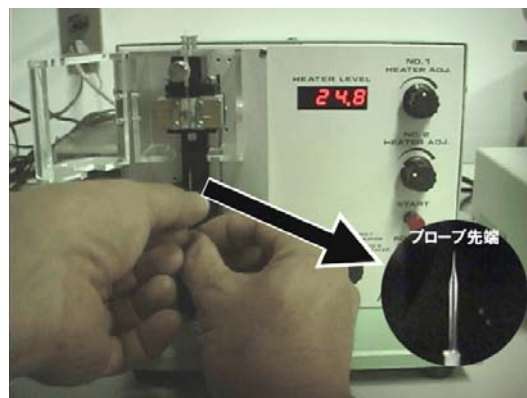

Fig. 2-8 プローブの作製 3
- ⑤ 切断されたガラス棒をホルダーに取り付け (Fig. 2-8, 9)、マイクロフォージ (MF-900) に取り付ける (Fig. 2-10)。この時、付属の光学顕微鏡によりヒーターの先端にガラス棒の先端をあわせる (Fig. 2-11)。